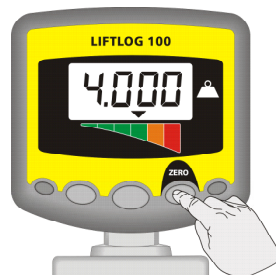

Bild 13
3. Heben Sie die leeren Gabeln leicht vom Boden ab und stellen Sie den Mast aufrecht. Halten Sie die Taste innen rechts gedrückt, bis 'NULL' erscheint und ein langes Signal ertönt (Abb. 13).